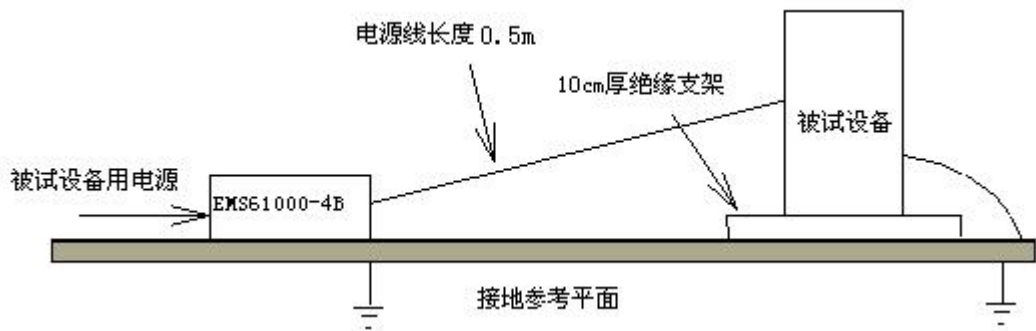

图 7 地面设备的电源线抗干扰性型式试验
7.2.1.2.3 地面设备电源线抗干扰性型式试验的配置见图7所示。接线的要求与台式设备相同。